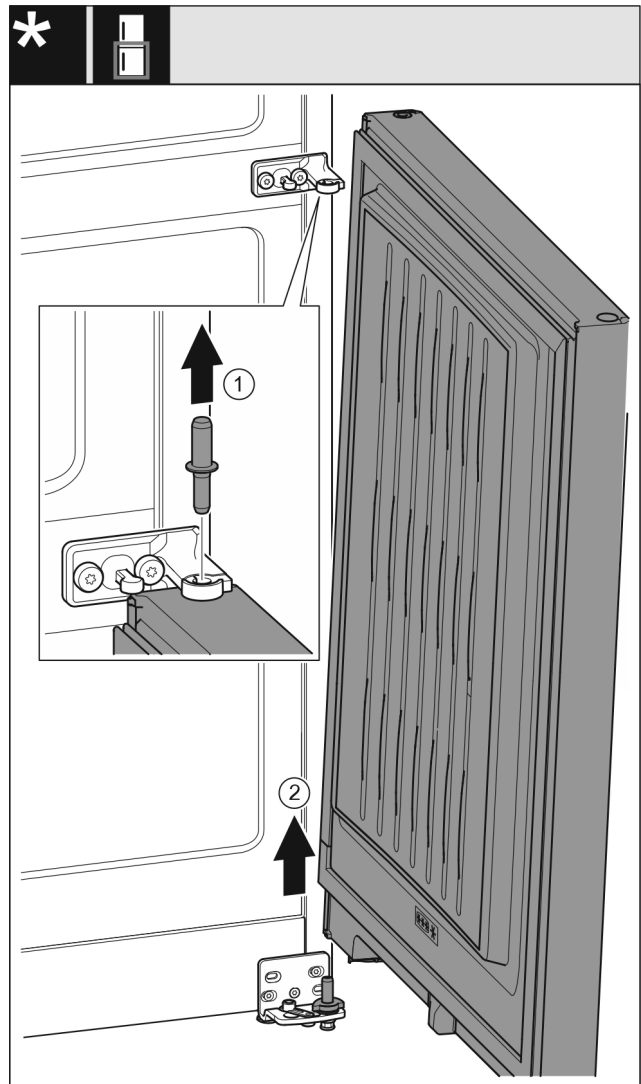

Fig. 9
- ▶ Dra ut stiftet Fig. 9 (1) uppåt.
- ▶ Sväng ut dörren Fig. 9 (2), dra den uppåt och ställ åt sidan.